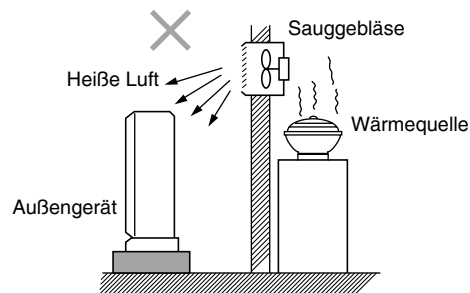

Abb. 2-4
- Wärmequellen, Sauggebläse, etc. (Abb. 2-4)